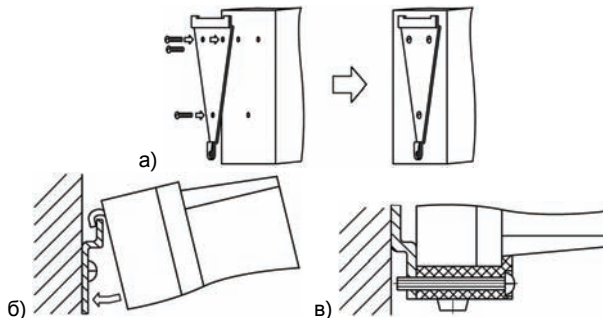

Рисунок 9 – Монтаж прибора настенного исполнения
1) Закрепить кронштейн тремя винтами М4×20 на поверхности, предназначенной для установки прибора (см. Приложение А и рисунок 9, а).
2) Зацепить крепежный уголок на задней стенке прибора за верхнюю кромку кронштейна (рисунок 9, б)
3) Прикрепить прибор к кронштейну винтом М4×35 из комплекта поставки (рисунок 9, в).